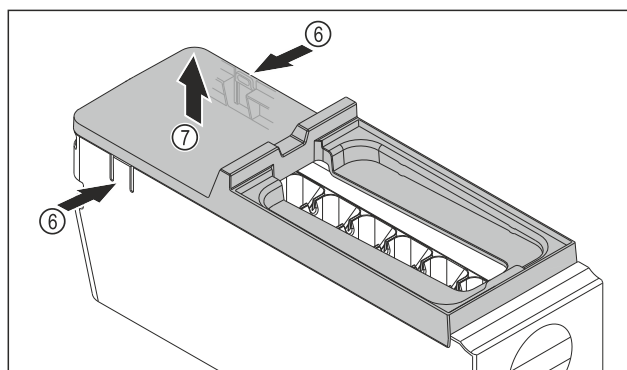

Fig. 184
- ▶ Retirer le couvercle du corps de l'EasyTwist-Ice : D'une main, pousser les languettes Fig. 184 (6) des deux côtés du corps de l'EasyTwist-Ice.
- ▶ De l'autre main, retirer le couvercle Fig. 184 (7) vers le haut.